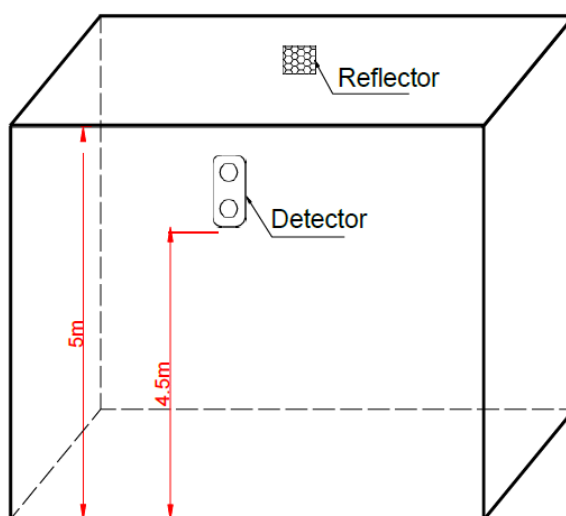

Fig. 4 Montagem
- a) Quando a altura do espaço não é superior a 5 m, o detector e o refletor devem ser montados nas duas paredes opostas a 0,5 m do teto, consulte a Fig. 4.